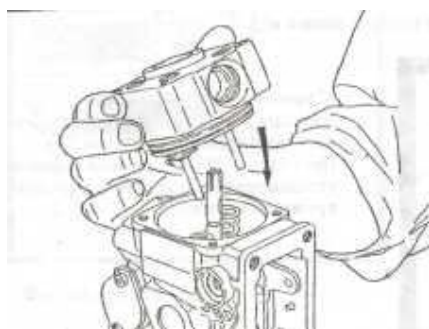

Рис.64. Установка головки насоса
4. Осторожно установите головку насоса вместе с направляющими стержнями (49), прокладками (48) и седлами пружины (47) в корпус ТНВД, обращая особое внимание на ее совмещение с плунжером (рис.64). 5. Закрепите головку насоса винтами (60). 6. Проверните приводной вал и проверьте, вращается ли плунжер, чтобы убедиться, что фиксатор кулачковой шайбы вошел правильным